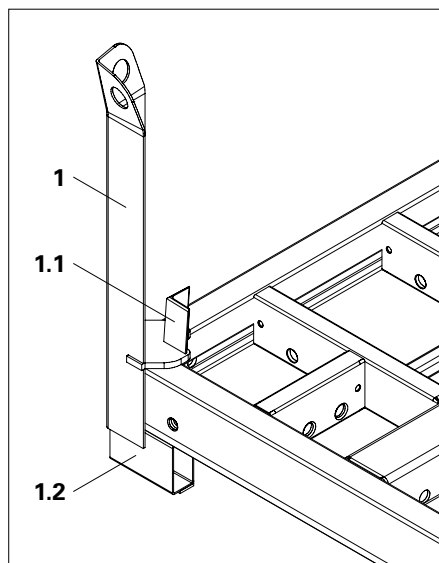

Fig. A1.12
1. Poser le premier panneau sur les tubes rectangulaires avec la peau coffrante orientée vers le bas (1.2). (Fig. A1.12)